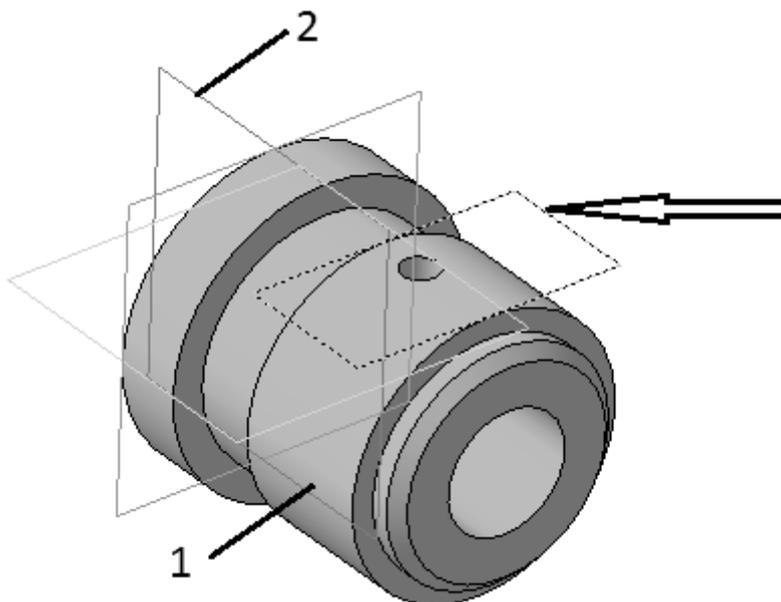

Рис.11.4. Построение касательной плоскости
12. Укажите сначала цилиндрическую грань *Стакана* (на рис. 11.4 указана цифрой 1), касательно к которой строится плоскость, а затем перпендикулярную ей плоскость — одну из плоскостей сборки (на рис. 11.4 указана цифрой 2). Закончите построение.